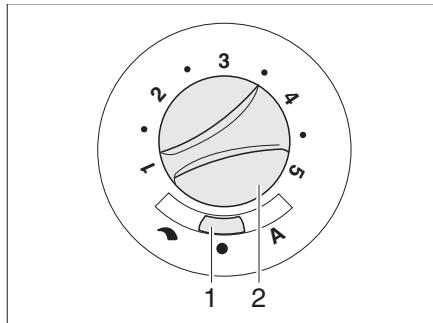

Fig. 109 Comutador de mando para ventilador de circulación de aire (12 V)
- Ajustar el comutador deslizante (Fig. 109,1) en "—" (regulación manual) o "A" (modo automático).
- Cuando en el comutador deslizante (Fig. 109,1) está ajustado "—" (regulación manual): Ajustar la potencia deseada del ventilador de circulación de aire con el botón giratorio (Fig. 109,2).
- Ajustar el comutador deslizante (Fig. 109,1) en "●" (Off). Con el funcionamiento de la calefacción esta posición del comutador no tiene función.